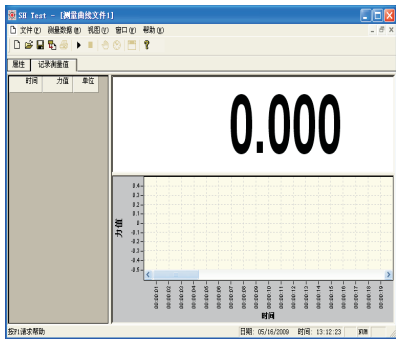

图 18
- H、点击开始按钮  后，再按TIMER键（）进行采集测试数据曲线（图18）；